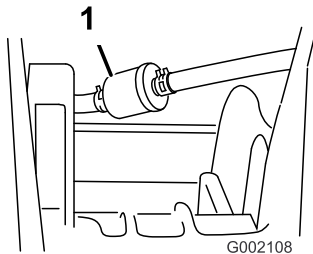

Bild 32
3. Entfernen Sie die Klemmen, mit denen der Kraftstofffilter an den -leitungen befestigt ist (Bild 32).